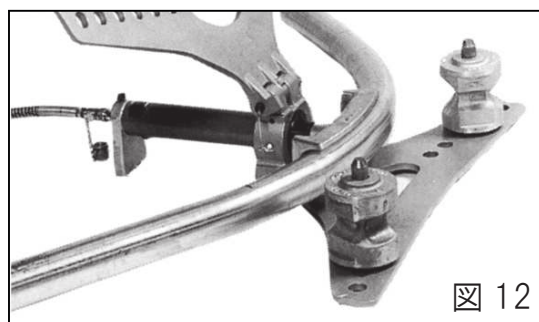

図12
6. ご希望の曲がりが見られましたら、ポンプの戻しバルブをゆるめてラムを下げてください。ラムが完全に下がりましたらオープンフレームを開いて管を取り出してください。（図12）